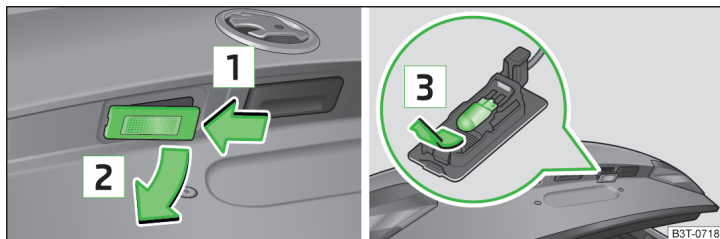

Fig. 205 Demontarea lămpii pentru numărul de înmatriculare / Înlocuirea becului
- Apăsați lampa în sensul săgeții **1** » fig. 205.